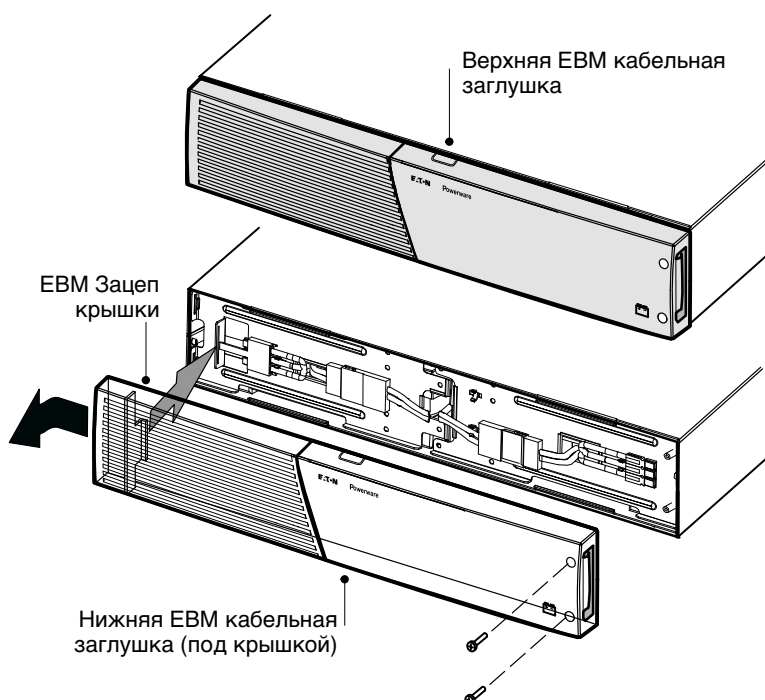

Рисунок 12. Снятие передней ЕВМ крышки
2. Снимите переднюю крышку каждого ЕВМ (см. Рисунок 12).
3. Для нижней части (или только) ЕВМ снимите кабельную заглушку ЕВМ в верхней части передней ЕВМ крышки. Расположение верхней кабельной заглушки Рисунок 12 см. на ЕВМ.
4. Если вы устанавливаете несколько ЕВМ, для каждого дополнительного ЕВМ снимите кабельную заглушку ЕВМ в верхней и нижней части передней крышки ЕВМ. Расположение кабельных заглушек Рисунок 12 см. на ЕВМ.
Перед установкой крышки на место убедитесь, что кабели ЕВМ проложены через заглушки в крышке ЕВМ, затем подвиньте крышку слева направо до соединения с зацепом для крышки в левой части шкафа ЕВМ. Вверните на место два винта с правой стороны передней крышки. Для справки см. Рисунок 12 на странице 18.